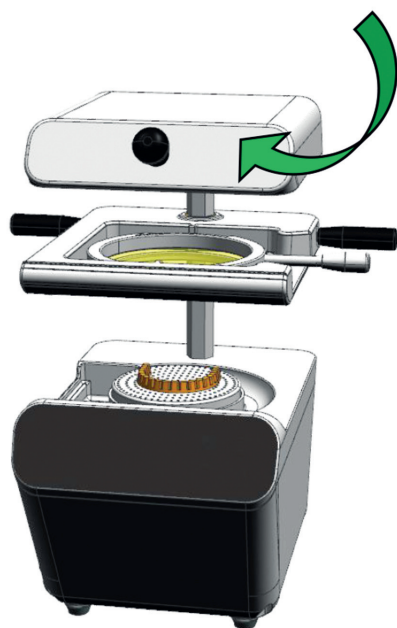

图4
4. 将上盖旋转回正面 (图4)，按下  电源开关，按下“模式”键，选择合适的工作模式按下  启动/停止键，设备开始加热成型片，屏幕上显示“加热”字样。